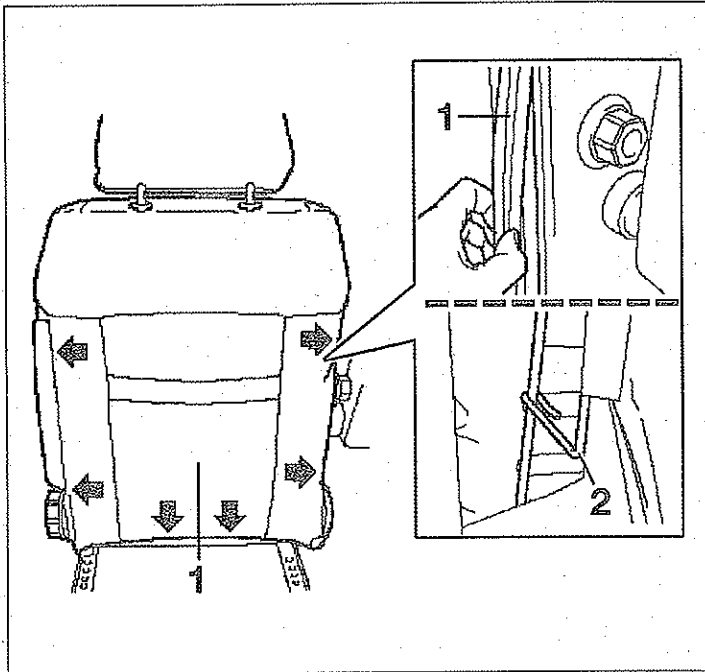

FIG. 12
- Desmontar el guarnecido (1) en la parte trasera del respaldo del asiento retenido por una grapa (2) en ambos lados (fig. 12).